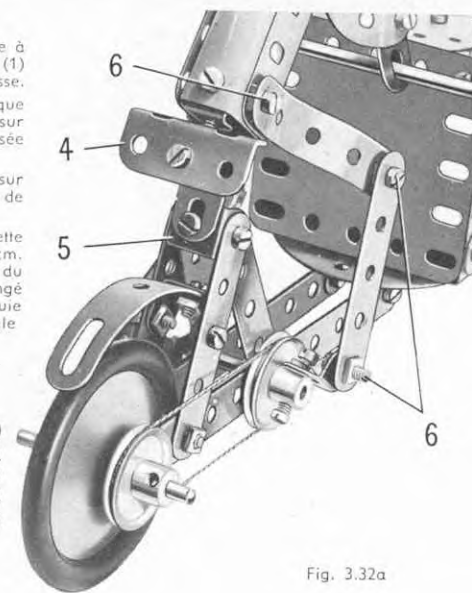

Fig. 3.32a
La roue arrière est fixée sur une tringle de 5 cm. qui porte une poulie de 25 mm. Cette poulie est reliée par une ficelle à une seconde poulie (7) montée sur une tringle de 4 cm. Une équerre boulonnée sur le moyeu de la poulie (7) est fixée sur l'une des jambes du marchand (fig. 3.32a). L'autre jambe est fixée sur une équerre renversée : le trou allongé de cette équerre reçoit un boulon et un écrou ainsi que la tringle de 4 cm. ; l'écrou appuie ainsi contre la tringle et bloque l'équerre, de façon à la faire tourner avec la tringle